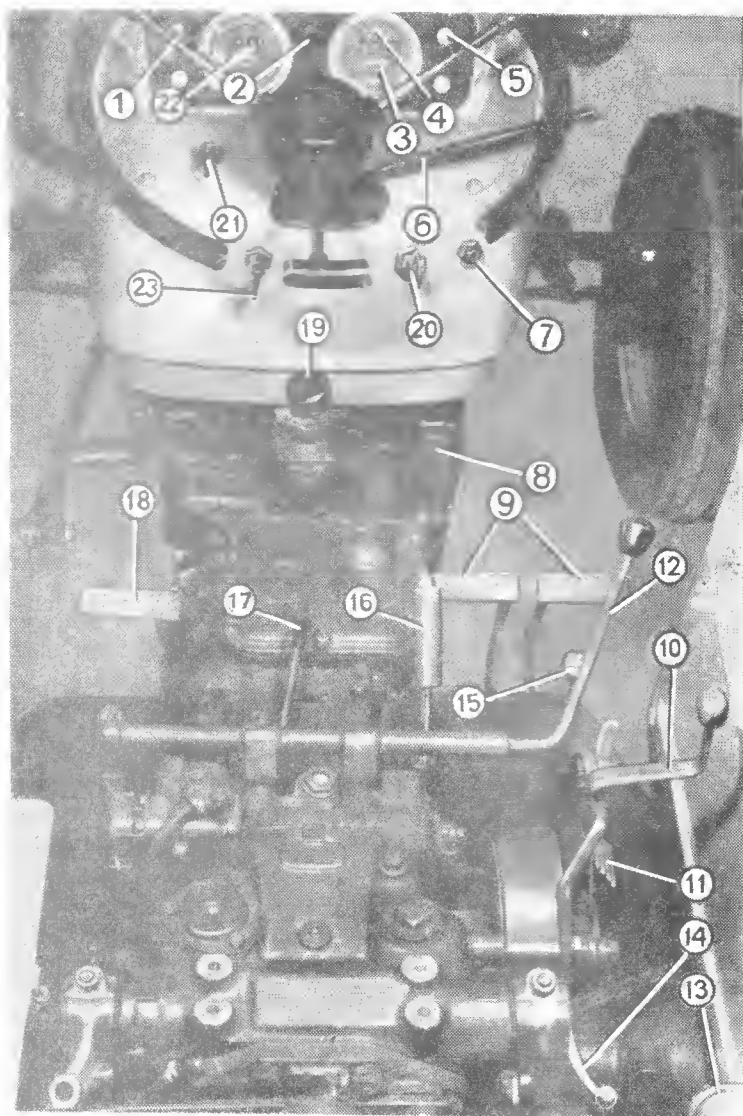
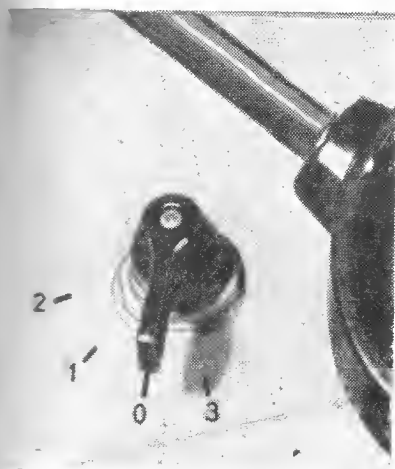

Fig. 6. — Commandes et appareils de contrôle.
Fig. 9. — Commutateur de départ et commande du thermoinjecteur.
Intégré sur le mécanisme hydraulique, il est destiné à la commande des vérins à simple et à double effet qui sont placés sur les outillages attachés au tracteur. Commandé par la manette 12 fig. 6.
Les pièces composantes de la direction et l'appareillage de contrôle sont décrits dans l'ordre des positions indiquées dans la figure 6.
5. Poussez jusqu'au fond le bouton de l'enrichisseur 8 fig. 6 et tournez la manette du commutateur de départ et commande du thermoinjecteur en pos. 3 (fig. 9). Immédiatement après le départ du moteur, ramenez la manette du commutateur en pos. 0 (fig. 9).
- Faites partir le thermoinjecteur en tournant la manette du commutateur de départ et commande thermoinjecteur en pos. 1 (fig. 9). Tenir la manette 10 ... 15 secondes dans cette position.
- Tourner légèrement la manette du commutateur (fig. 9) en pos. 2 et pousser le bouton de l'enrichisseur 8 fig. 6. Immédiatement après le départ du moteur, laisser libre la manette du commutateur de départ et tirer le bouton de l'enrichisseur.